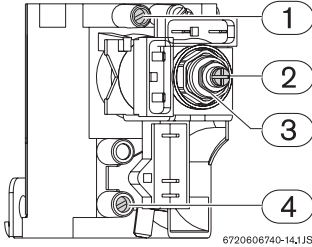

Bild 3 Druckmesspunkte
- ▶ Mit dem Regler (Bild 3, Nr. 3) den Druck regeln, bis die in Tab. 1 angegebenen Werte erreicht sind.
- ▶ Mit dem Regler (Bild 3, Nr. 2) den Druck regeln, bis die in Tab. 1 angegebenen Werte erreicht sind.